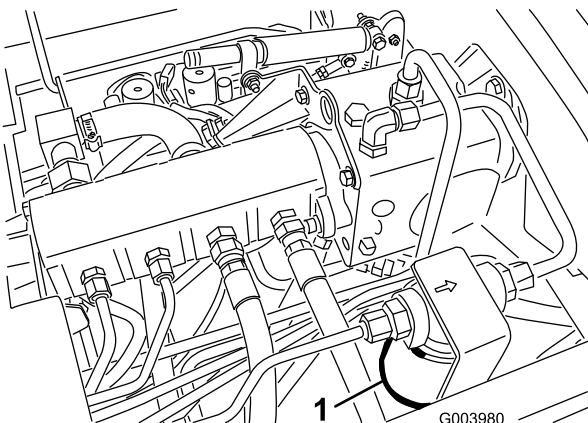
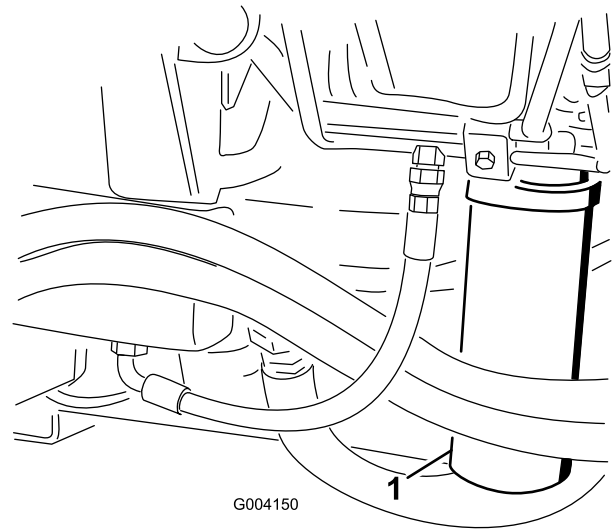

Bild 79
Bild 80
2. Reinigen Sie den Bereich um den Filterbefestigungsbereich und stellen Sie eine Auffangwanne unter den Filter (Bild 79) und (Bild 80).